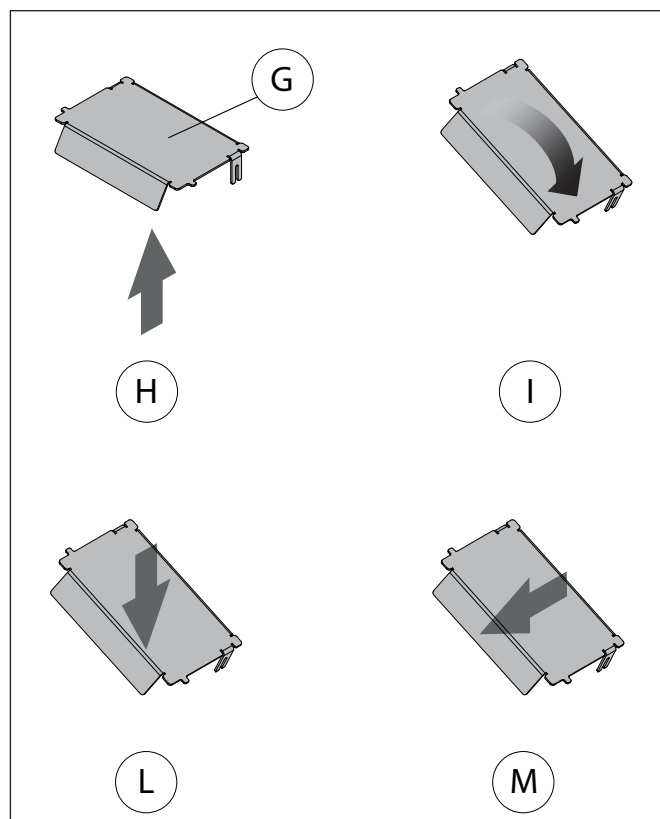

Fig. 8.2.3c
- rimuovere il deflettore superiore (**G**) alzandolo leggermente spingendo con una mano sulla parte inferiore del deflettore stesso (**H**) e, aiutandosi con l'altra mano, ruotarlo verso destra (**I**). Con il deflettore in questa posizione, abbassarlo (**L**) fino ad estrarlo facendolo passare dalla portina (**M**) (**Fig. 8.2.3c**);